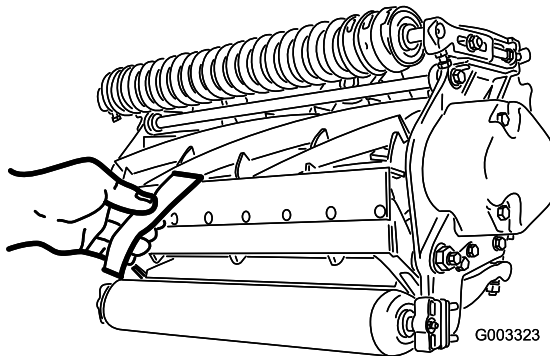

Bild 10
2. Testen Sie die Schnittleistung, indem Sie einen langen Streifen des Schnittleistungspapiers (Toro Bestellnummer 125-5610) senkrecht zum Untermesser zwischen die Spindel und das Untermesser legen (Bild 10). Drehen Sie die Spindel langsam vorwärts; das Papier sollte geschnitten werden.